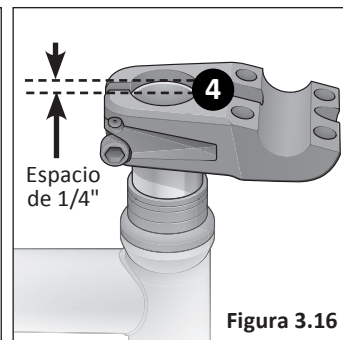

Figura 3.16
- 4 Debe haber 1/4" de espacio desde la parte superior del tubo de dirección a la parte superior de la apertura de la potencia. Si tiene un espacio de más de 1/4", quite uno o más espaciadores del juego de dirección. **Figura 3.16**